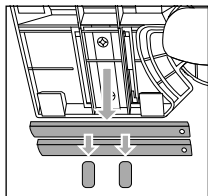

Fig. 1
- ◆ Scoateți clemele de fixare **8** de pe partea inferioară a produsului și scoateți barele de ghidare **7** (a se vedea fig. 1). Eliminați clemele de fixare **8** în mod ecologic.